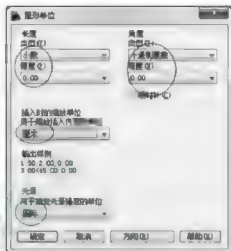

图 9-2
**步骤2:**设置单位。执行 **格式(O)→单位(U)...** 命令(或在命令行窗口中输入“UN”命令,按 Enter 键),弹出【图形单位】设置对话框。具体设置如图 9-2 所示。